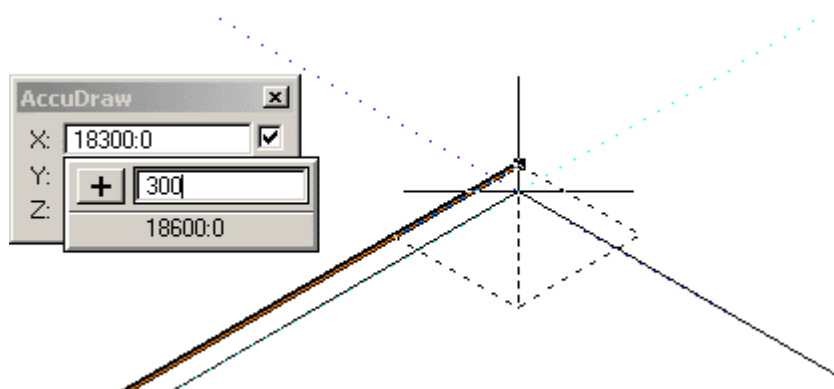

Рисунок 10
- Занести значение **300 мм**, при этом внизу окна появится суммарное значение расстояния (Рисунок 10).